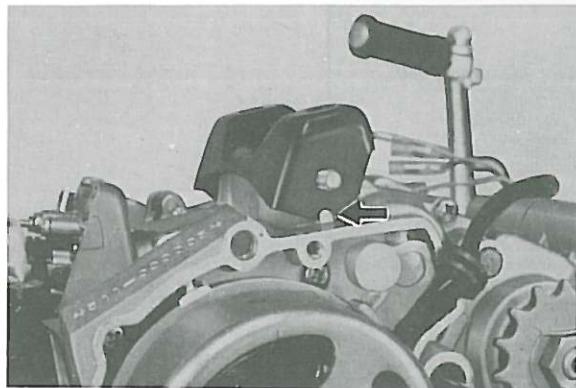

Fig. 3-5-1
1. Install the engine bracket. Fit the cut on the left side of the bracket over the projection of crankcase, and secure with bolts. (Fig. 3-5-1)
1. Installer le support du moteur. Ajuster l'encoche prévue du côté gauche du support sur la saillie du carter, et fixer le support avec les boulons. (Fig. 3-5-1)
1. Zuerst die Motorbefestigungskonsole einbauen; dabei den Ausschnitt an der linken Seite der Konsole über den vorstehenden Kurbelgehäuseteil schieben und danach mit Schrauben befestigen. (Fig. 3-5-1)